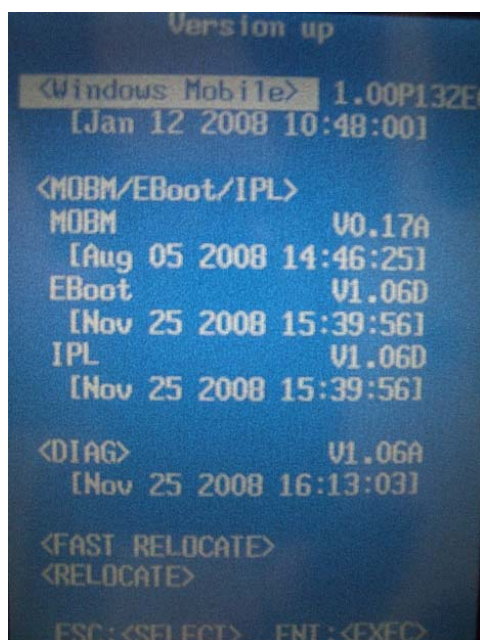

Рис. 8-2. Экран обновления операционной системы
Сообщение **DIAG start** начинает мигать, и затем появляется экран **Version up (Обновление ОС)** (рис. 8-2).
1. Загрузите операционную систему, как описано выше в разделе «Установка операционной системы», чтобы войти в экран **Version up (Обновление операционной системы)** (рис. 8-2).
3. В экране **Version up (Обновление операционной системы)** выберите пункт **RELOCATE (Переместить)** (рис. 8-2).